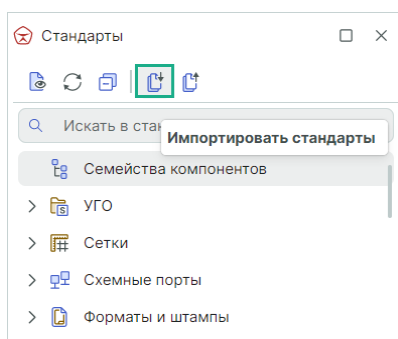

Рис. 13 Вызов вкладки импорта стандартов
1. Кликните по иконке , расположенной на панели инструментов панели «Стандарты», см. Рис. 13.